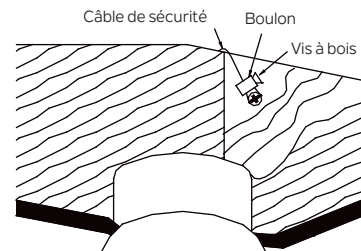

Fig. 14
Étape 2. Insérez le câble de sécurité à travers le support de montage et l'un des trous du boîtier de sortie dans le plafond. Ajustez la longueur du câble de sécurité pour atteindre la vis et les rondelles en tirant le câble supplémentaire à travers le serre-câble jusqu'à ce que la longueur totale soit correcte, remettez l'extrémité du câble à travers le serre-câble, formant une boucle à l'extrémité du câble. Serrez fermement le serre-câble. Maintenant, placez la boucle à l'extrémité du câble de sécurité sur la vis à bois et sous la rondelle. Serrez fermement la vis à bois. (Fig. 14)